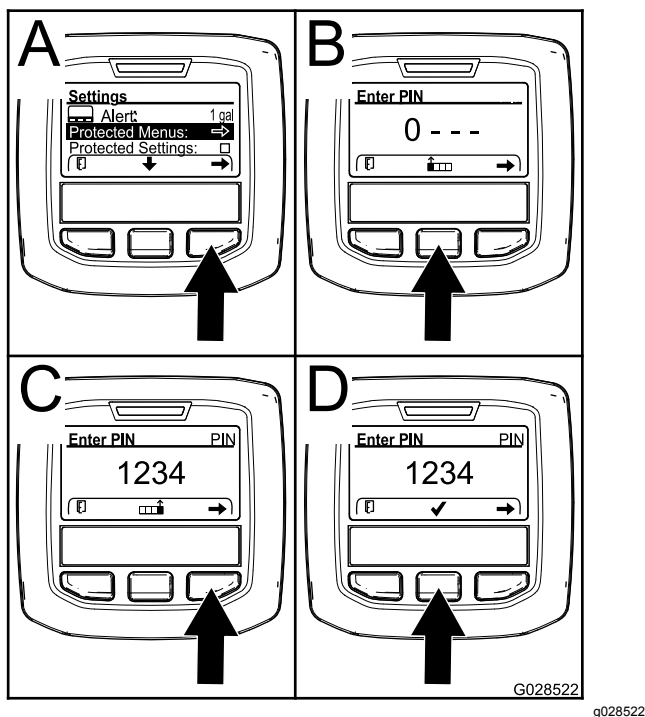

Figura 9
2. No menu de DEFINIÇÕES, utilize o botão central para ir até ao menu PROTEGIDO e prima o botão direito (**Figura 9**).